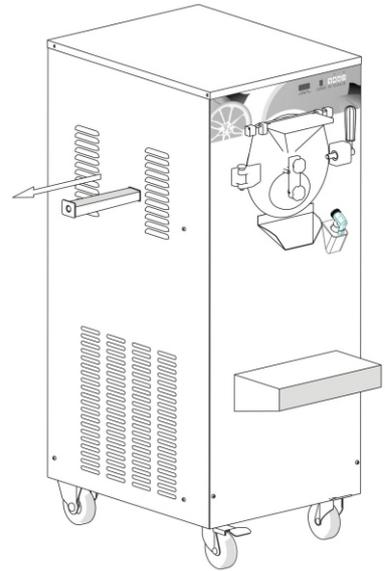

图 28
- 检查机器左侧的接水盒，方法是向外拉出，查看盒内是否有漏料，如有漏料，清洗干净，如漏料较多，请检查轴端密封圈的磨损情况。（见图 28）然后将各部件照原位装回。